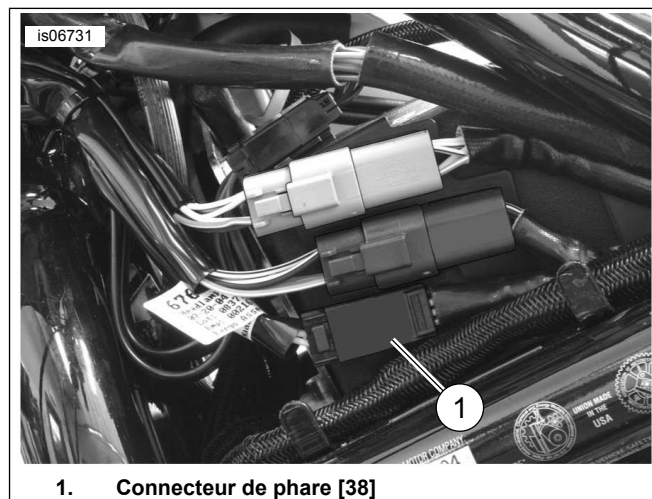

Figure 23. Emplacements des épissures de fil (modèles V-Rod de 2005 et plus récents)
1. Voir Figure 23. Couper le fil orange/blanc **du faisceau principal du véhicule** près du connecteur mâle de phare [38A] (1).